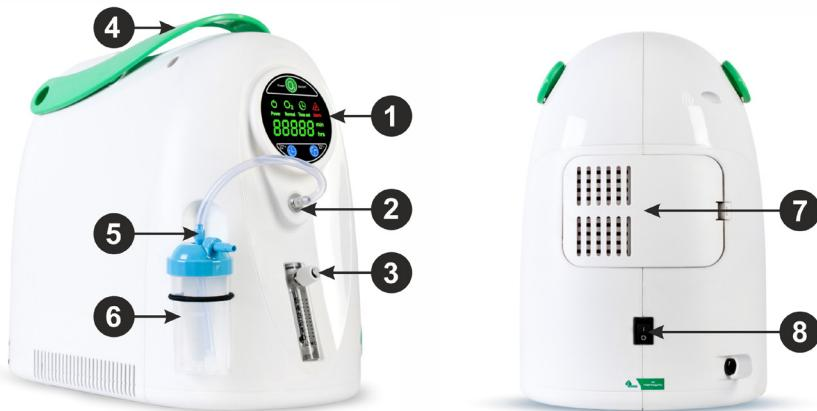

Рис. 1
1. Перед включением концентратора кислорода, проверьте фильтры грубой и тонкой очистки (см. рис. 1), убедитесь в том, что они находятся на месте и не загрязнены, в случае их загрязнения удалите посторонние вкрапления и поставьте фильтры обратно. Использовать аппарат без фильтров запрещено!!!
Фильтр грубой очистки предохраняет аппарат от попадания в него пыли и грязи. Рекомендуется чистить фильтр грубой очистки каждые полмесяца (15 дней). Для извлечения фильтра откройте отсек для замены фильтров (рис. 1), достаньте фильтр, промойте его в мыльном растворе, затем тщательно ополосните под проточной водой. Перед установкой необходимо хорошо ВЫСУШИТЬ фильтр.